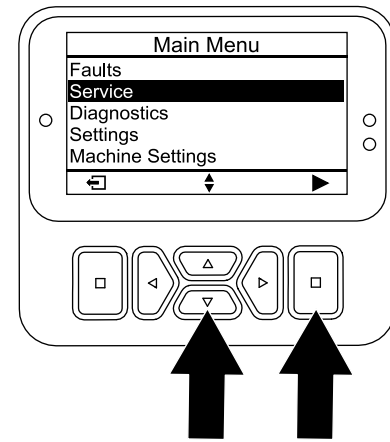

Figura 166
5. Pulse el botón abajo hasta que se seleccione la opción SERVICE (Mantenimiento) y pulse el botón de selección (Figura 166).